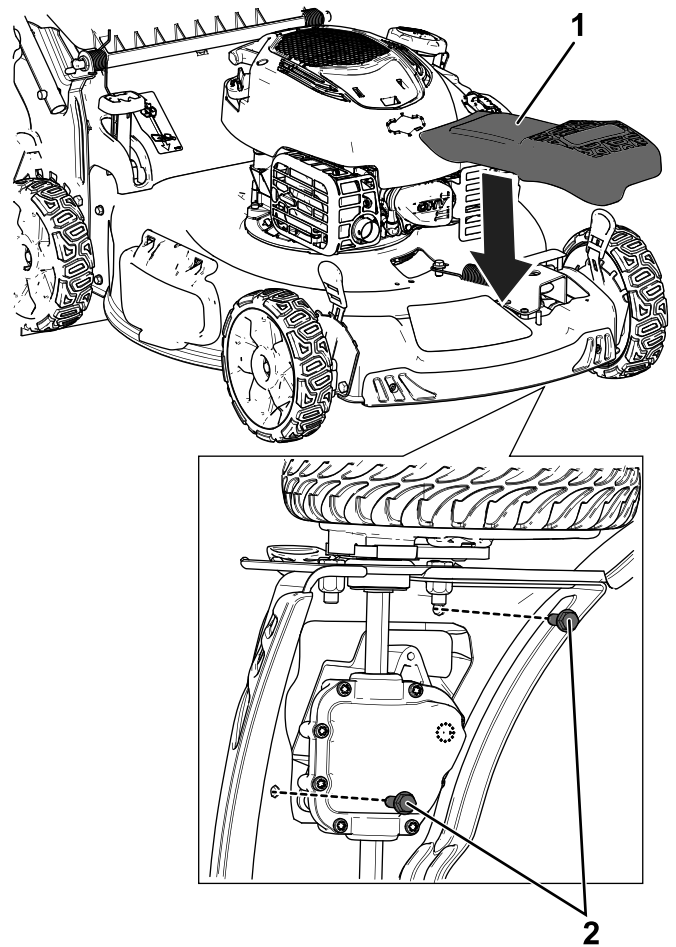

Figuur 7
1. Monteer de 2 motorbevestigingsbouten ($\frac{3}{8}$ " x 1") en draai ze vast met 45,2 N·m (Figuur 7).